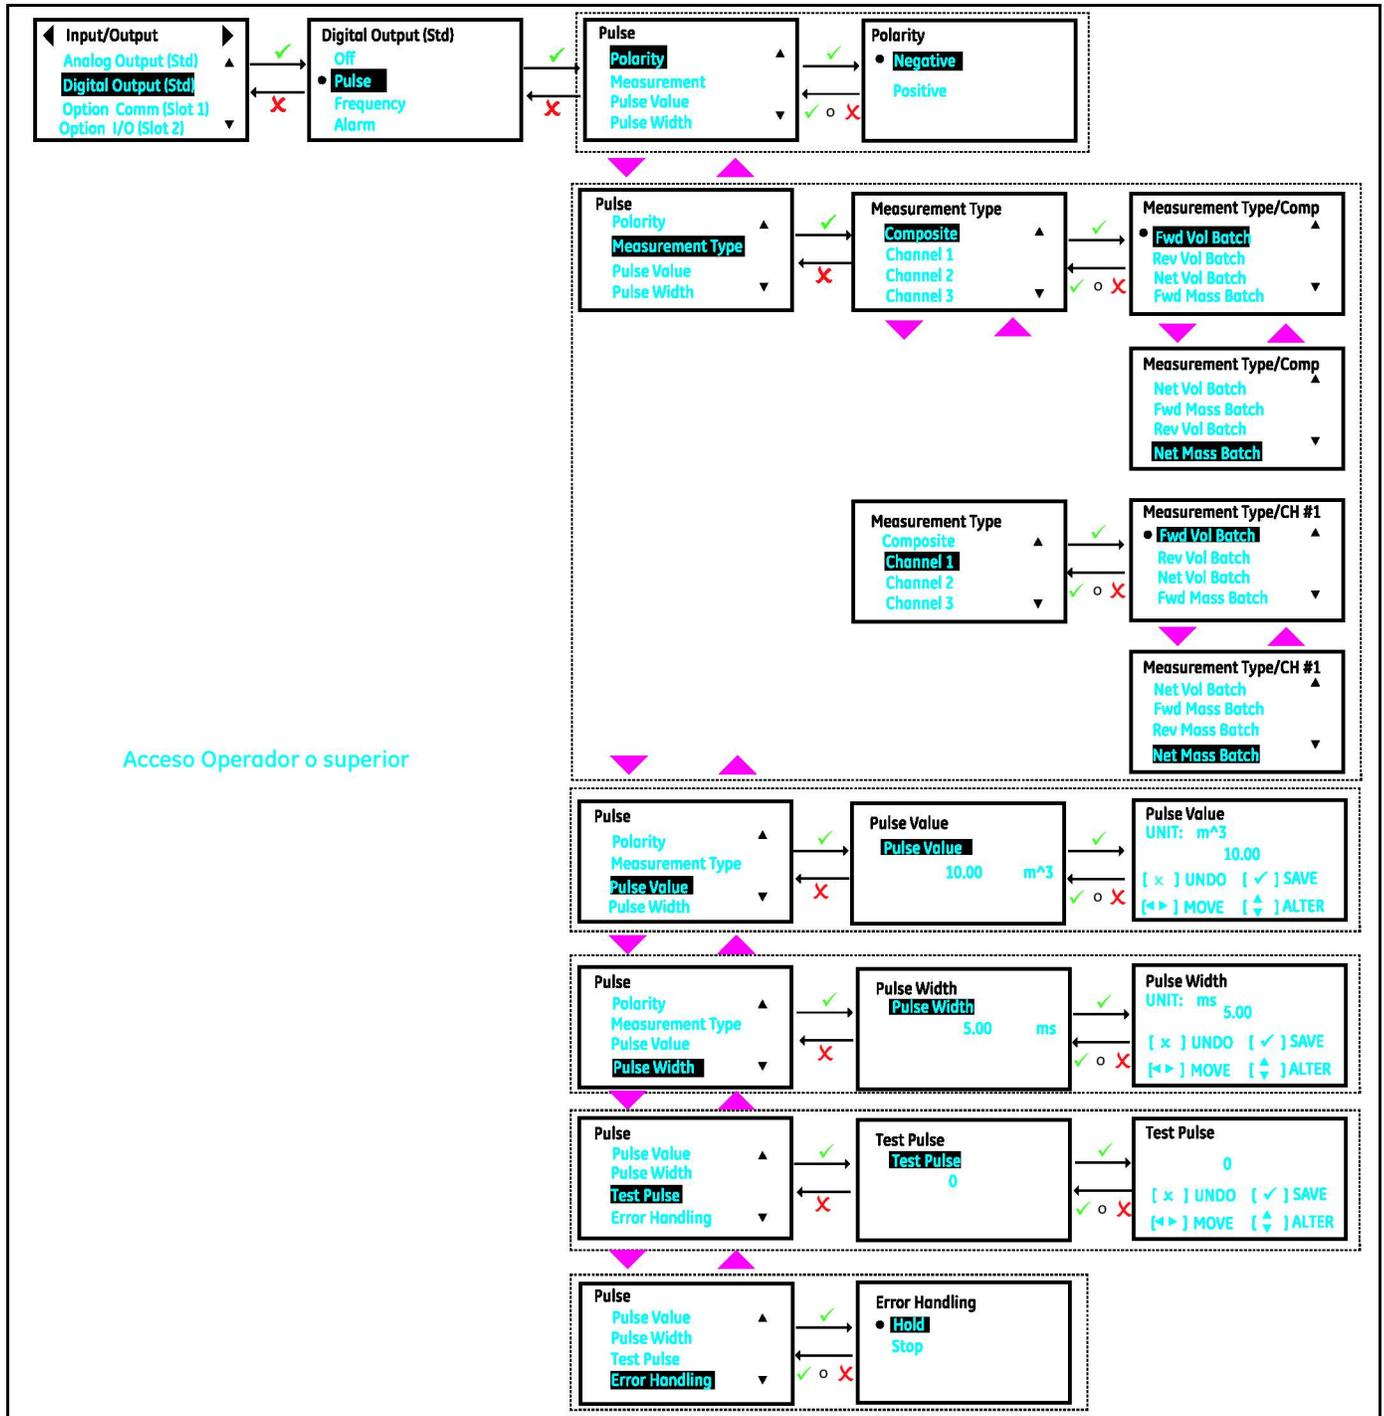

Figura 58: Configurar la salida de pulsos
2. Configure las opciones **[Polarity] (Polaridad)**, **[Measurement] (Medición)**, **[Pulse Value] (Valor de pulso)**, **[Pulse width] (Amplitud de pulso)** y **[Error Handling] (Gestión de errores)** conforme a sus necesidades. La Figura 58 muestra las opciones disponibles. Consulte también la Tabla 6 para comprender cada una de las opciones.